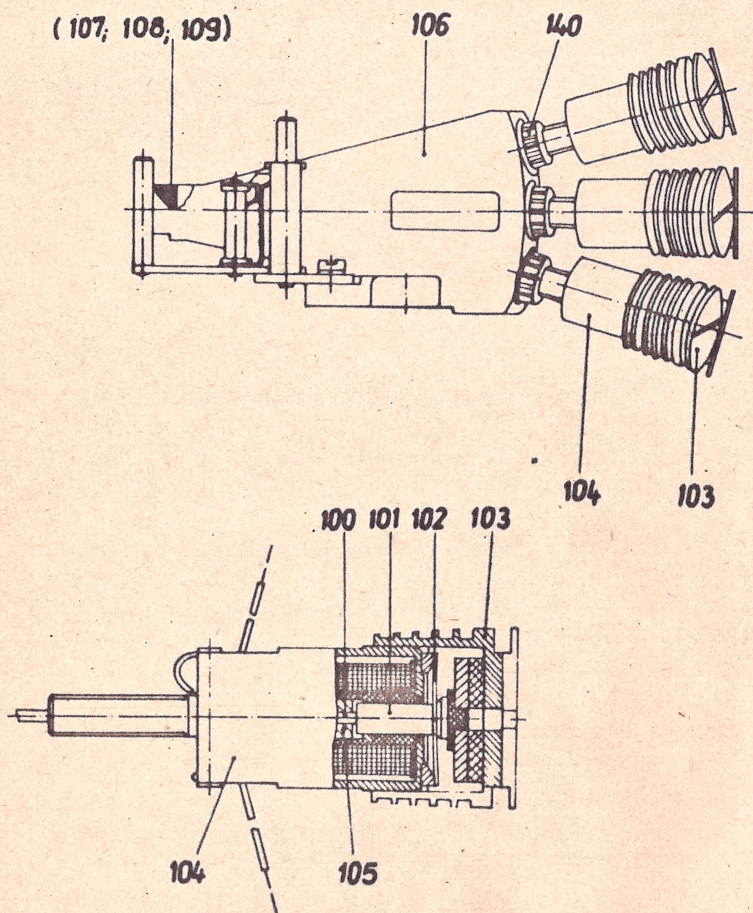

Рис. 26
В печатающей головке (рис. 26) находится в зависимости от комплекта оснастки до 9 печатающих игл (100). Каждая игла жестко соединена с якорем (101) и с помощью плоской пружины (102) устанавливается в положение покоя путем прижима ее к расположенной сзади юстировочной крышке (103).